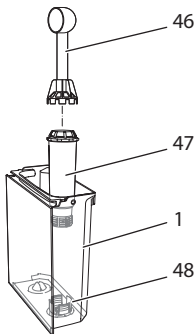

Fig. 25: Avvitare/svitare il filtro dell'acqua
- Rimuovere il filtro dell'acqua quando la macchina visualizza il corrispondente messaggio (vedere Fig. 25, pagina 153).